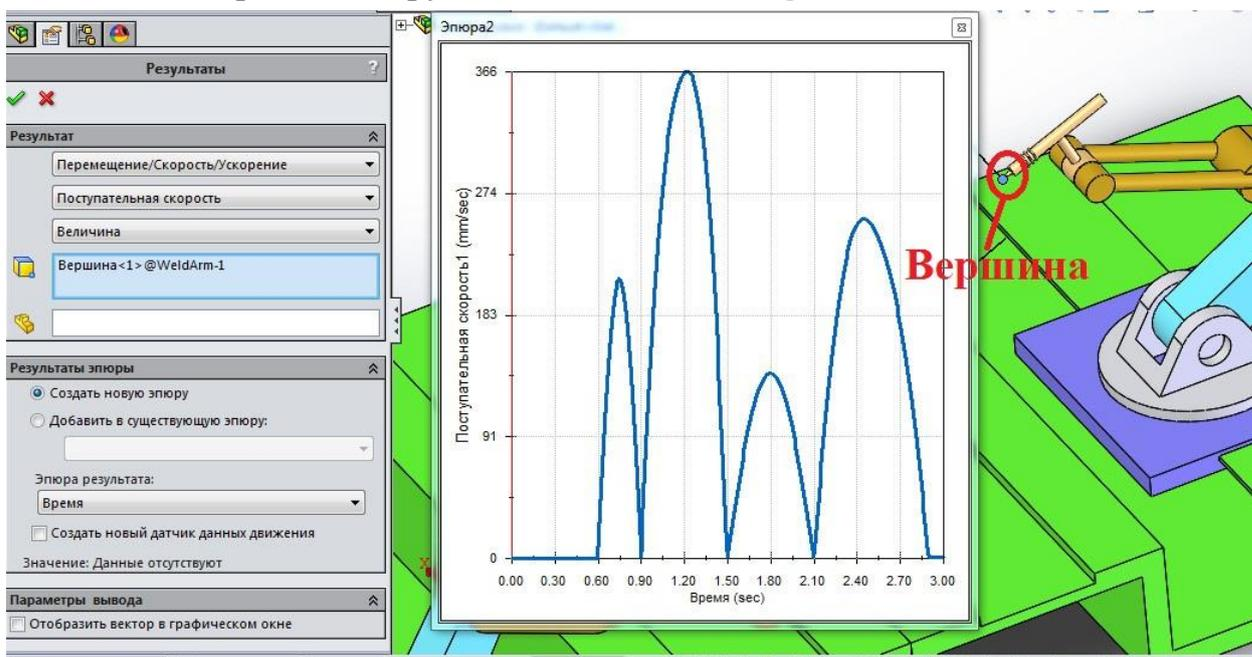

Рис. 18. Еюра зміни швидкості
- b. Виберіть вершину конічної частини електроду, як показано на рис. 18.